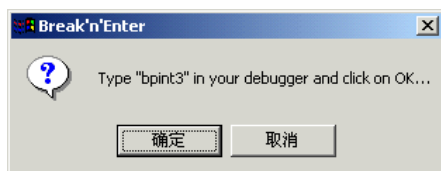

图 2.73 Break 'n'Enter
- ☐ 选中需要调试的程序，单击右键菜单执行“Break 'n' Enter (LordPE)”命令，出现图 2.73 所示的对话框。此时单击“确定”按钮，LordPE 将在执行文件入口点处插入一个“INT 3”指令并执行该程序。